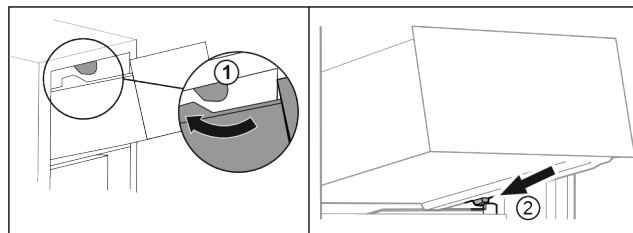

Fig. 111
- Guider le tiroir en contournant les butées supérieures. *Fig. 111 (1)*
- Placer le tiroir, en l'inclinant, derrière les butées inférieures sur la nervure de récipient. *Fig. 111 (2)*